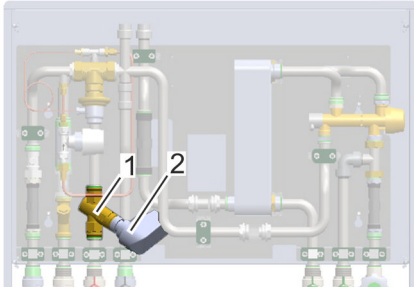

Abb. 38: Dynamischer Massenstromregler
2. ➤ Stellantrieb (Abb. 38/2) entfernen.
4. ➤ Stellantrieb (Abb. 38/2) aufsetzen.
⇒ Das Regelventil und der Stellantrieb (Abb. 38/1, 2) sind betriebsbereit.